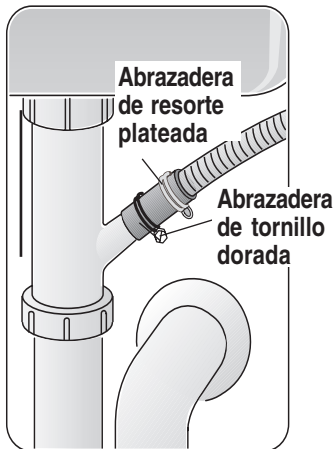

Ilustración 24
- 1 Directamente a la conexión de evacuación debajo del fregadero, como muestra la **Ilustración 24**.